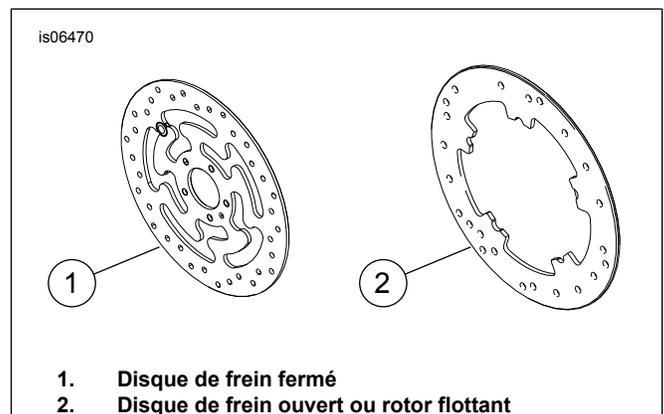

Figure 1. Styles de disque de frein avant
- Vis de disque de frein (Voir la figure 1. et Voir le Tableau 1.)